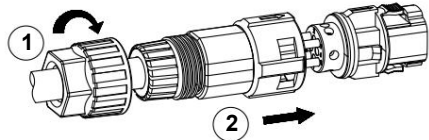

FIG.6 Montagem do Conector
4) Aperte a porca de pressão e em seguida empurre a luva roscada para dentro do bujão, conforme FIG.6.